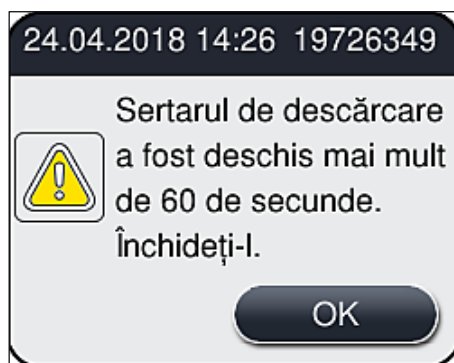

Fig. 77
- Dacă sertarul de descărcare rămâne deschis un timp mai lung de 60 secunde, utilizatorul va fi atenționat asupra acestui lucru printr-un mesaj de informare (→ Fig. 77).